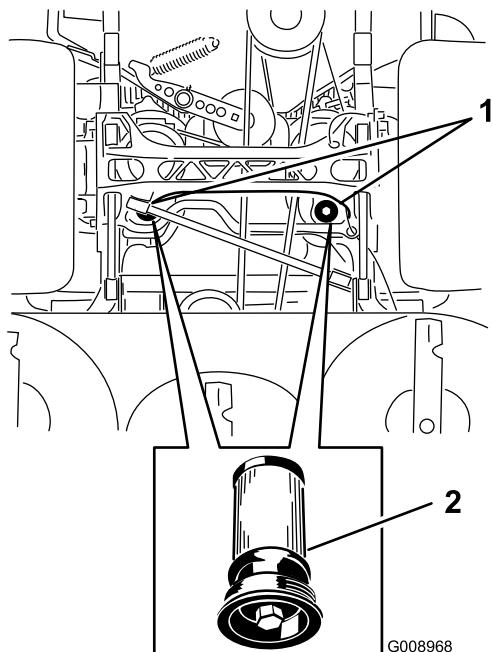

**Figura 82**
3. Levante la máquina y apóyela sobre soportes fijos (Figura 82).
9. Retire los soportes y baje la máquina (Figura 82).